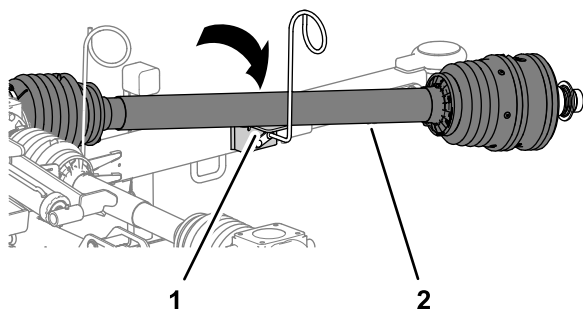

Figura 9
2. Spostate l'albero di trasmissione della PDF sul supporto dell'albero di trasmissione della guida del flessibile (Figura 9).